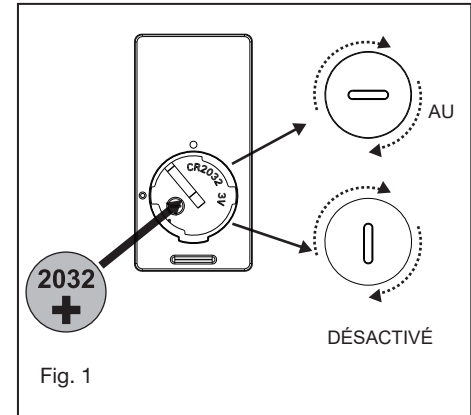

Fig. 1
1 Retirez l'une des trois vis du moyeu de montage situé sur le moteur du ventilateur. (Fig. 1)
2 Tout en tenant l'ensemble LED sous votre ventilateur, effectuez les connexions des fiches polarisées: (Fig.1)
3 Rentrez soigneusement les connexions dans l'ensemble LED, placez l'ensemble LED sur le moyeu de montage avec les 3 vis fournies. (Fig. 1)
4 Soulevez le couvercle de la lumière contre le bloc LED et tournez-le dans le sens des aiguilles d'une montre jusqu'à ce qu'il soit bien ajusté, NE PAS TROP SERRER. (Fig. 1)
- 1 Sélectionnez un emplacement souhaité. Utilisez la plaque murale pour marquer l'emplacement des trous de montage. Des chevilles murales en plastique ou des vis de montage sont nécessaires pour cette application. (Fig. 1)
Votre moteur CC sans balais est équipé d'une télécommande de type à apprentissage automatique. Il n'y a pas de commutateurs de fréquence sur le récepteur ou émetteur. Le ventilateur peut commencer à être utilisé une fois le processus d'appairage terminé. Retirez le panneau de l'émetteur, puis installez une pile 2032 (incluse). Vous devez utiliser une pièce de monnaie pour ouvrir ou fermer le couvercle de la batterie. Pour éviter d'endommager l'émetteur, retirez la batterie si vous ne l'utilisez pas pendant de longues périodes (Fig. 1)